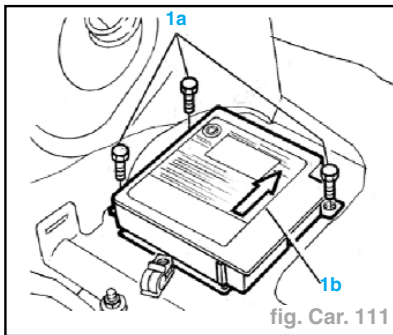

fig. Car. 111
- Dévisser les vis (1a) et enlever la centrale (1b) (fig. Car. 111).
- Visser les vis et les bloquer au couple prescrit (1,09 daN.m) (fig. Car. 111).